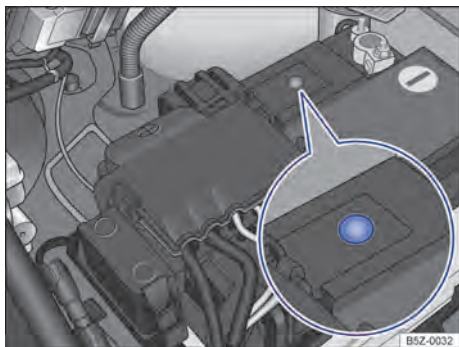

Fig. 183 No compartimento do motor: exemplo de posição do visor no lado superior da bateria do veículo.
- O visor redondo → Fig. 183 na parte superior da bateria do veículo muda de cor conforme o nível de eletrólito.